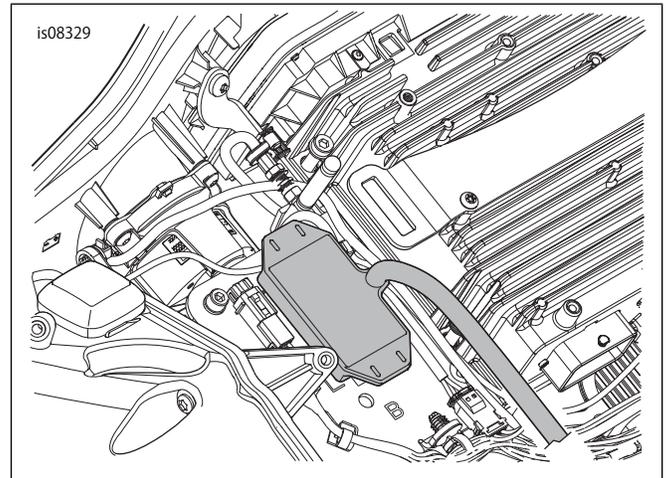

図14。トランスミッターの取り付け(2015～2016年のFLTR Touringモデル)
2. 「図14」を参照。トランスミッターのフォームパッドの粘着裏面から保護テープをはがします。